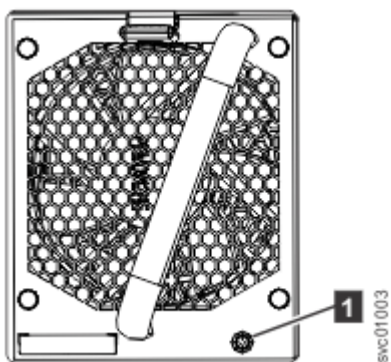

Рисунок 120. Индикатор модуля вентиляции
1. Определите, какой модуль вентиляции требует замены. На передней стороне неисправного модуля вентиляции горит желтый индикатор (1 на Рисунок 120 на стр. 107).